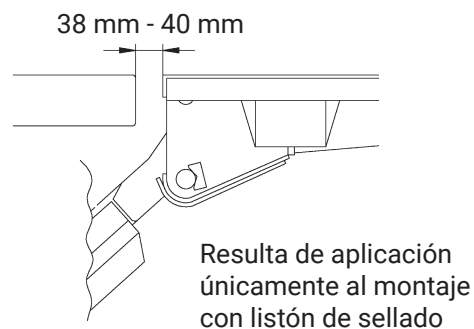
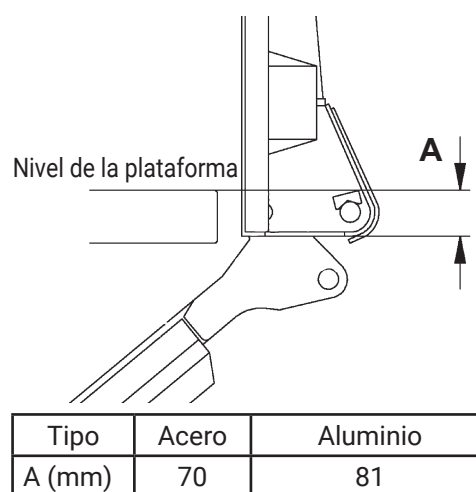

Imagen 26. Comprobar la posición en relación con la barra trasera del vehículo
Imagen 27. La suspensión inferior de la plataforma (A) varía de un puente a otro, algo que debe considerarse al montar la junta en el borde superior.
- Con cuidado, probar el funcionamiento del elevador hasta el nivel de la plataforma e inclinarlo a la posición vertical. Comprobar la posición en relación con la barra trasera y los postes laterales del vehículo. Ver Imagen 26 y Imagen 27.